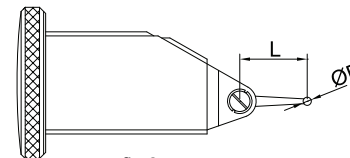

fig.6
3. Chaque type de comparateur a une longueur de stylet spécifique (L, fig.6). Si la longueur n'est pas correcte, la mesure sera erronée. Veuillez vous référer au tableau suivant pour choisir les stylets appropriés.